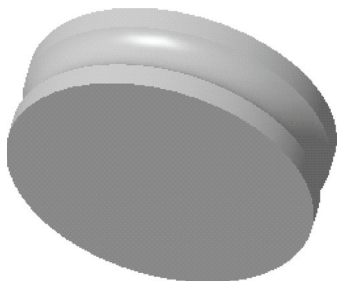

图 11-27 装配第一个零件
STEP 01 单击快速访问工具栏中的“新建”按钮, 新建一个装配文件；在功能区选项板的“模型”选项卡中，单击“元件”面板中的“组装”按钮, 装配第一个零件，如图 11-27 所示。